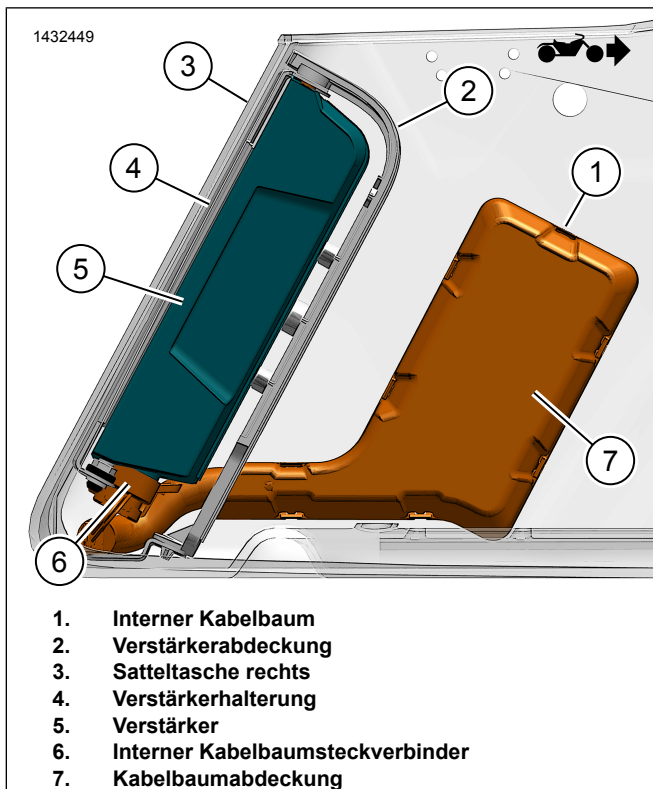
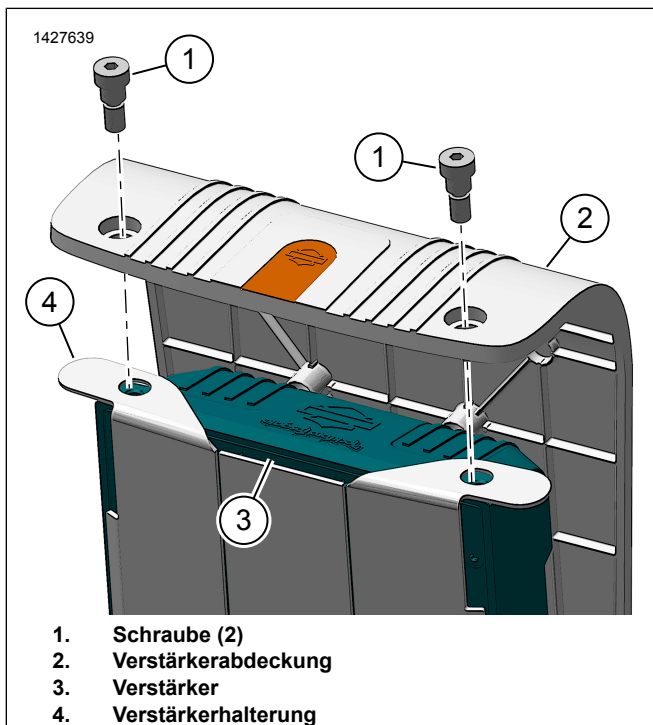

Abbildung 15. Satteltaschenkabelbaum mit Verstärker
Abbildung 16. Verstärkerabdeckung
7. Siehe Abbildung 15. Den Verstärker (5) in Verstärker-Befestigungshalterung (4) einbauen.
8. Die Verstärkerabdeckung (2) anbringen.
9. Siehe Abbildung 16. Die Schrauben (1) einbauen. Festziehen.